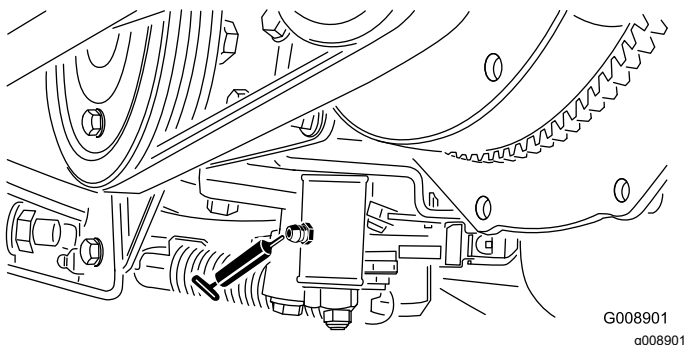

Figura 63
2. Eleve con un gato la parte trasera de la máquina bajo el motor de las ruedas traseras (Figura 63).
- Mecanismo de ajuste de punto muerto (Figura 63)